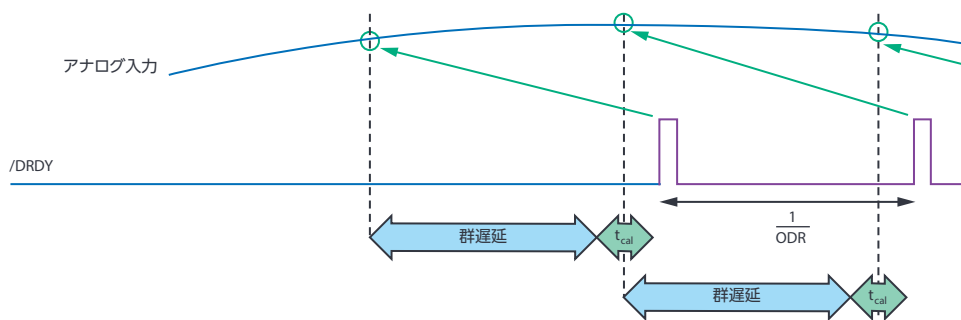

図8. アナログ入力をサンプリングするタイミングとデータ・レディがトグルするタイミングの時間差
- ▶ コントローラにより、サンプリングのタイミング（図8に示すように、群遅延を調べてデータ・レディ信号から逆算する）とGlobal_SYNCのパルスの間の時間差を計算します。群遅延とは、入力がサンプリングされてから、データ・レディ・ピンがトグルされる（サンプルが読み出し可能であることを示す）までの時間のことです。その値はデータシートに記載されています。